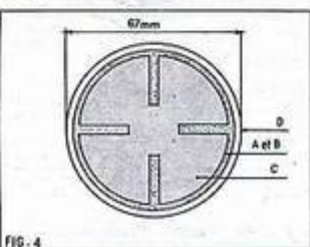
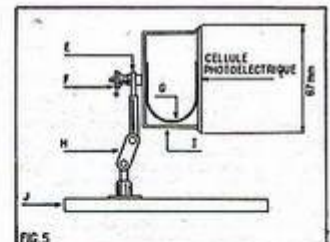

FIG. 4
FIG. 5
Réalisation du boîtier pour la cellule photo-électrique (fig. 5, 4, 7 et 8).
La cellule nue est présentée figure 4. C'est un disque de 67 mm de diamètre, et très plat (2 mm d'épaisseur environ). La pièce principale de notre boîtier est constituée par une boîte en matière plastique ayant 67 mm de diamètre intérieur. Nous avons utilisé une boîte vide ayant contenu un ruban de 15 mm pour machine à écrire. Par ses dimensions et sa nature (matière plastique), la dite boîte convient à la perfection. En son centre et à l'intérieur, on perce un trou de 3 mm de diamètre. Dans ce trou, on fixe une borne (F) à l'aide d'une vis à métaux en cuivre, de 3 x 15, avec ses deux écrous, également en cuivre. A l'intérieur de la boîte, et sous un écrou de la borne F, on fixe une petite bande de cuivre de 2/10 d'épaisseur maximum, et écrou (de façon qu'elle soit très élastique). Au préalable, on la nettoie parfaitement avec de la toile d'éméri fine, et on lui donne la forme d'un U (comme indiqué en G sur la figure 5). Cette bande de cuivre, entrera en contact ferme, tout en demeurant doux, sur la face postérieure de la cellule. Afin de pouvoir orienter la cellule dans toutes les directions, de manière qu'elle soit apte à capter le maximum de lumière lors de son utilisation... Nous avons monté ce boîtier sur un ancien détecteur à galène (H). La seule petite modification à apporter à ce détecteur est de remplacer son chercheur par une cosse à souder à trou de 3 mm (E), soudeuse elle-même au bras du détecteur, et fixée par son trou sous la borne F. Le détecteur H est fixé sur une petite planchette en matière isolante (bakélite, fibre, etc.). (J). Dans du cuivre de 2/10 d'épaisseur maximum, et écrou, on découpe une pièce conforme à la représentation de la figure 6 (K et L). Une fois réalisée, cette pièce devra être soigneusement nettoyée avec de la toile d'éméri fine. La partie K de cette pièce viendra en contact ferme avec le collecteur (D) de la cellule photo-électrique. Sa languette (R), constitue le pôle négatif (-) de la cellule. On connecte électriquement la dite languette à une borne fixée sur la planchette (J) comme nous-mêmes nous